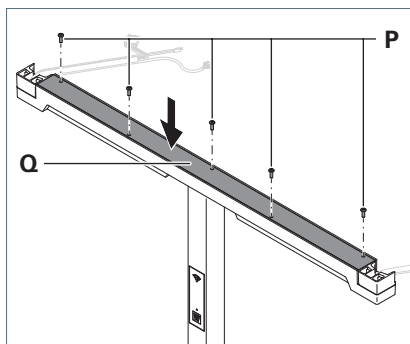

Fig. 11: Support transversal - Monter le recouvrement.
1. Placez le recouvrement **Q** sur le support transversal, voir Fig. 11.